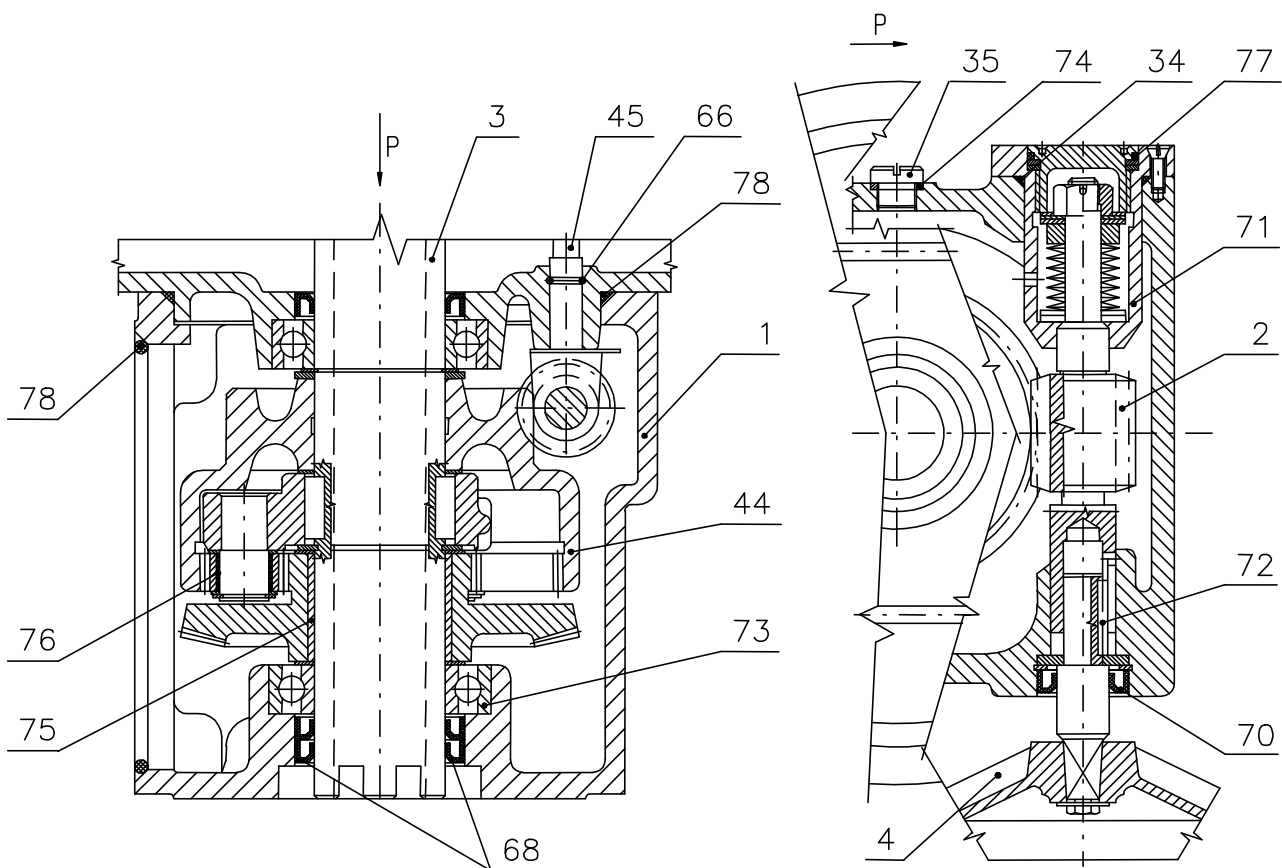

Рис. 2
Модуль М3 – силовая передача с ручным управлением (рис.2)
Данный модуль трансформирует вращательное движение выходного вала (3), рис. 2, на прямоходное движение выходной тяги (83). Бронзовая соединительная гайка (84) с трапецевидной резьбой засунута в зубы выходного вала (3). Направляющая скоба (85) препятствует поворачиванию выходной тяги (83) и одновременно выполняет функцию указателя позиции. Указатели позиции "О" и "Z" размещены на несущих стойках ЭП (87).